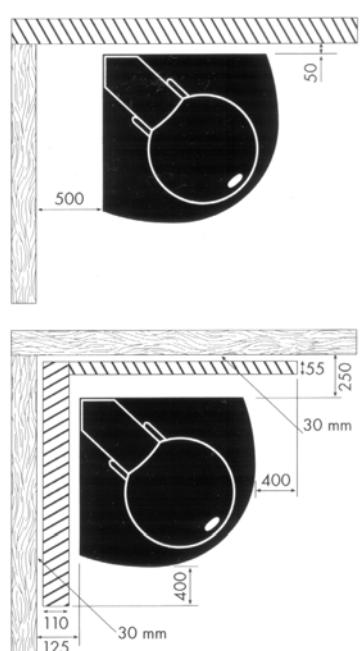

Рис. 2
- Безопасное расстояние, может, быть уменьшено до 250 мм, при условии применения одинарной защитной перегородки. Перегородка может быть сделана из кирпича шириной 55 мм или путем прикрепления к стене волокнисто-усиленного негорючего цементного листа толщиной как минимум в 7 мм, или металлического листа толщиной не менее 1 мм. Между защитной перегородкой и деревянной поверхностью необходимо оставить воздушный зазор размером не менее 30 мм. (Рис. 2)
- Безопасные расстояния, могут быть уменьшены еще больше - до 125 мм, при условии использования защитной перегородки толщиной 110мм. Между защитной перегородкой и деревянной поверхностью необходимо оставить воздушный зазор размером не менее 30 мм. (Рис. 2)